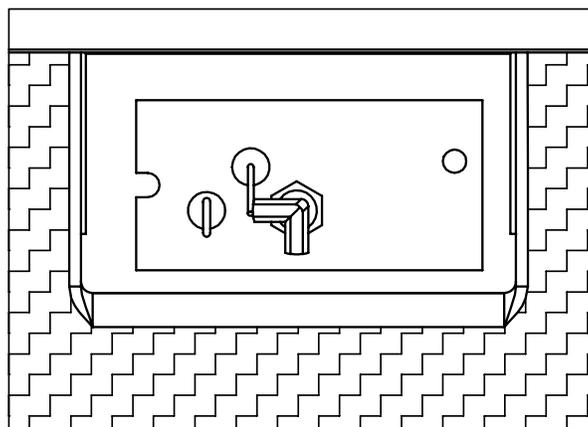

Figure 23. Ensemble d'allumage à côté du brûleur.
8. Réinstallez le brûleur, le plateau, le support en verre et la porte en verre. Reportez-vous également à la section Installation secondaire - Retrait du revêtement et du plateau de brûleur Firebox. Lors de la réinstallation du brûleur, assurez-vous que la relation entre le brûleur et la hotte est similaire à celle illustrée à la figure 23.